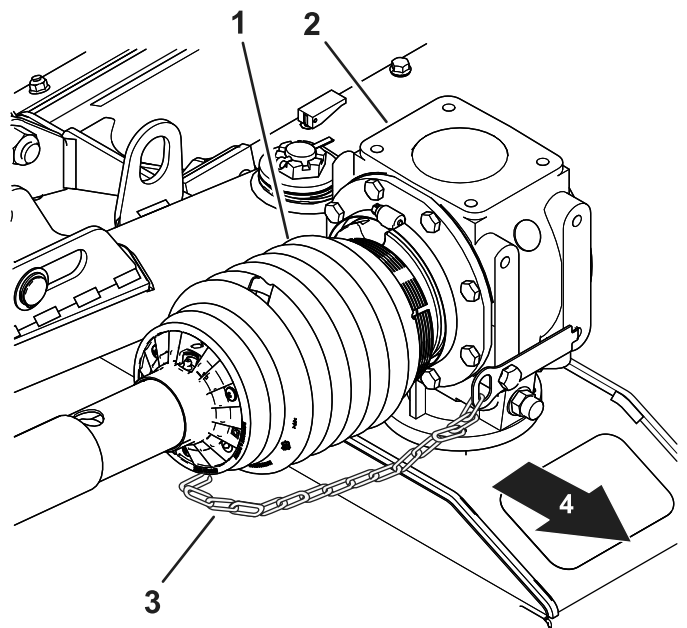
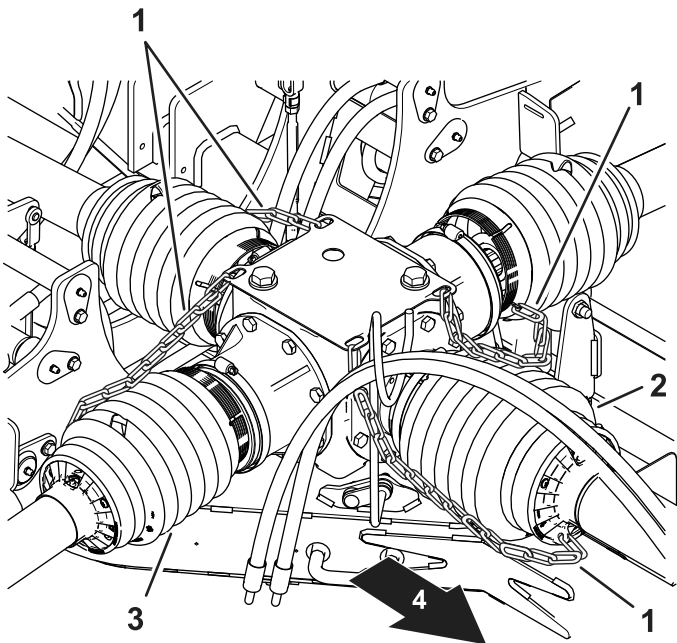
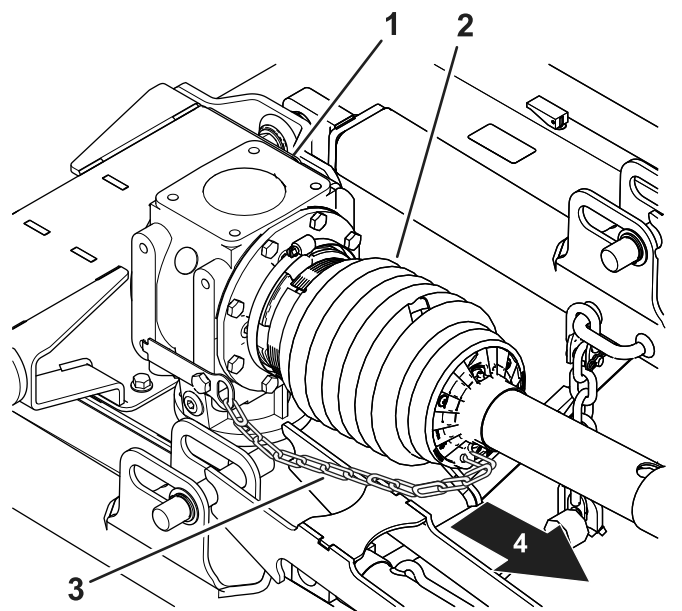
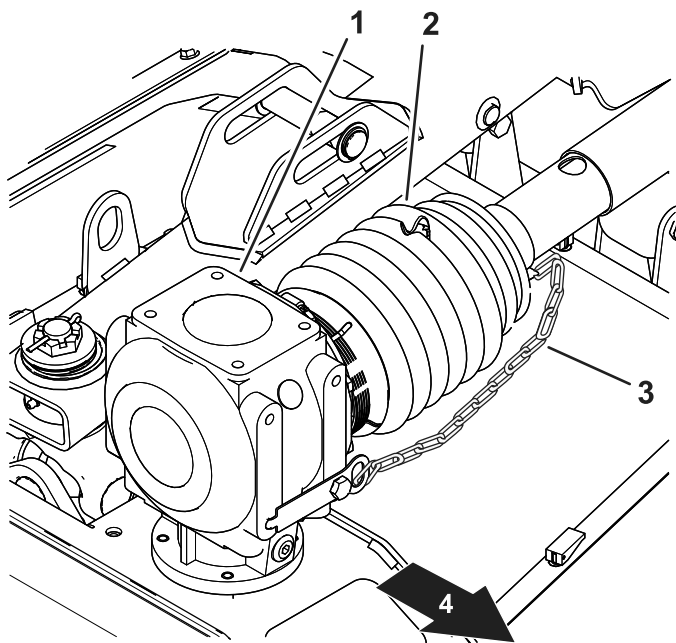

Bild 19
Bild 18
Bild 20
Bild 21
6. Prüfen Sie, ob die Rückhalteketten für die Antriebswellenabdeckungen mit dem Zentralgetriebe und den Getrieben auf jedem Mähwerk verbunden sind (Bild 18, Bild 19, Bild 20 und Bild 21).